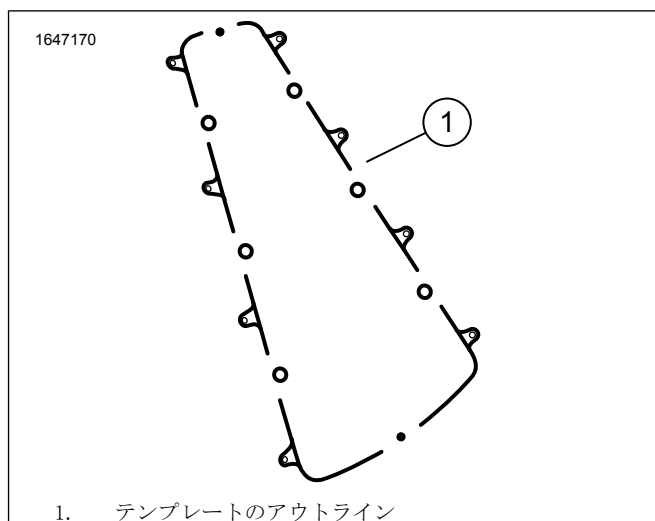

図9。テンプレートアウトライン
2. 図9を参照してください。 マーカーを使用して、サドルバッグのマスキングテープの上にドリルテンプレートの外枠(1)をなぞります。
- e. 図9を参照してください。ドリルテンプレートを配置したままの状態、適切なソーを使用して、テンプレートの外枠(1)の外側に沿ってカットします。